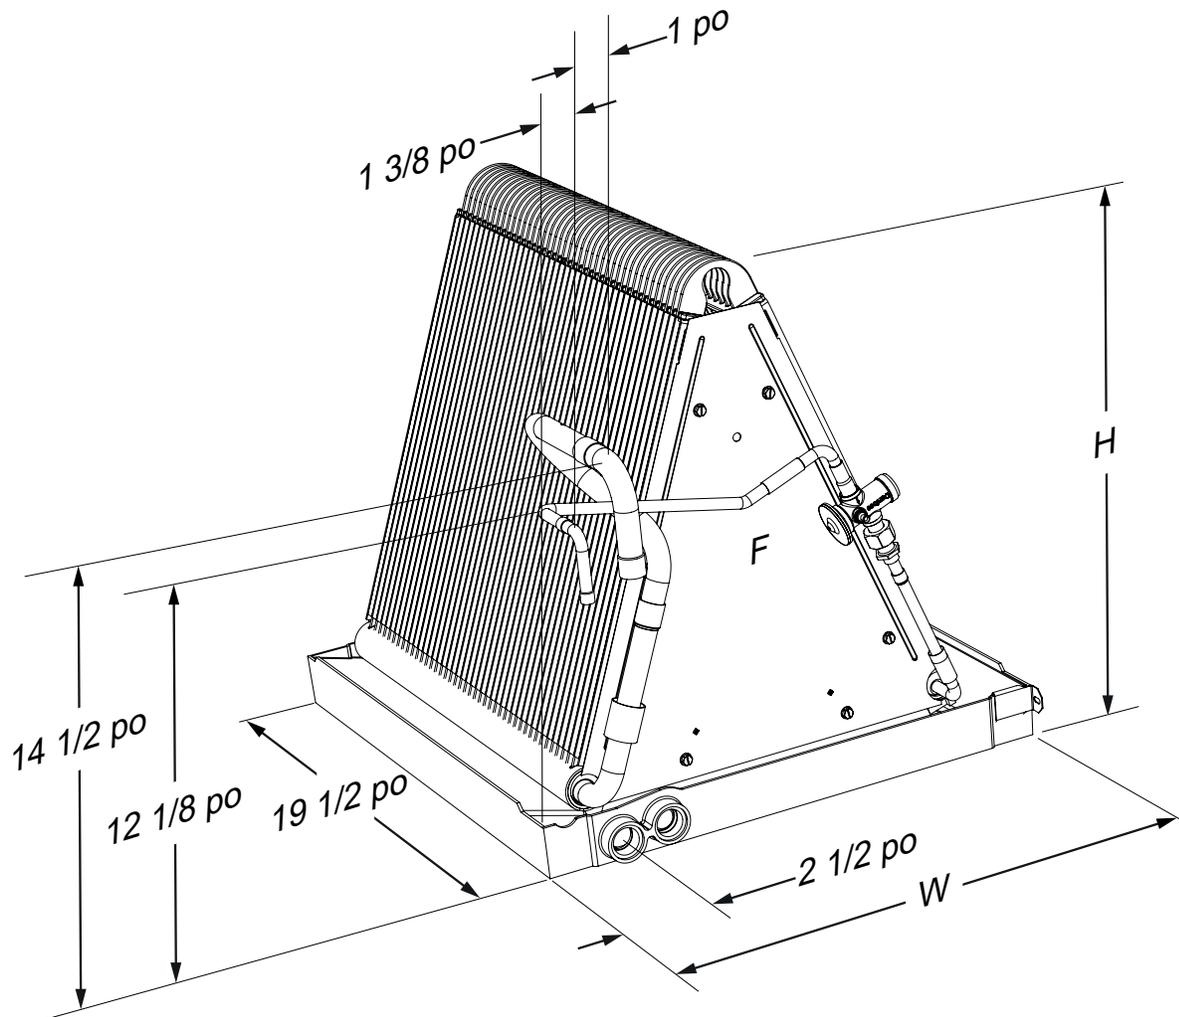

Figure 2. Dimensions du serpent C84DA
2. Installez le boîtier du serpentin sur la sortie d'air de la fournaise et mettez-le au niveau au besoin pour assurer l'évacuation adéquate du condensat. Au besoin, fabriquez une plaque pour adapter le serpentin à l'ouverture d'évacuation d'air. Consultez la Figure 2 (page 6) pour les dimensions du serpentin.